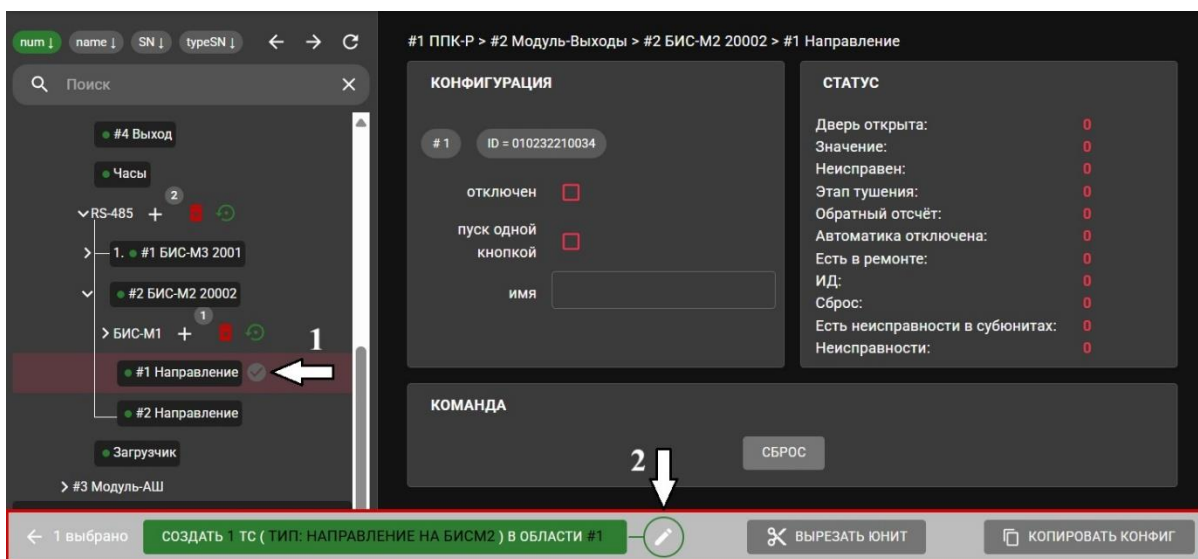

Рисунок 91
5. Привязать направление на БИС-М2 к области. Для привязки #1 Направление, например, к Области №1 следует выбрать #1 Направление. В результате появится выпадающее нижнее меню конфигуратора (Рис. 91).